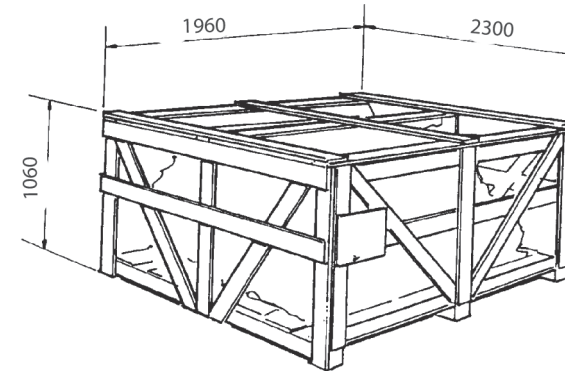

fig.14
**DISIMBALLO (fig.14)**
**UNPACKING (fig.14)**
Al ricevimento della macchina (fig.14) togliere l'imballo (facendo attenzione al distacco delle reggette) ed assicurarsi dell'integrità della macchina controllando che non vi siano parti visibilmente danneggiate. In caso di dubbio non utilizzare la macchina e rivolgersi a personale professionalmente qualificato e/o al proprio rivenditore.
On receipt of the machine, (fig. 14) remove the packing (taking care when removing the straps) and check the machine visually for missing or damaged parts. If in doubt do not use the machine and refer to professionally qualified personnel and/or to the seller.
## DEBALLAGE (fig.14)
A la réception de l'appareil (fig.14), ôter l'emballage (en faisant attention au détachement des feuillards) et s'assurer de l'intégrité de l'appareil en contrôlant qu'il n'y ait pas de pièces visiblement endommagées. En cas de doute, ne pas utiliser l'appareil et s'adresser à du personnel qualifié ou à son propre revendeur.
## AUSPACKEN (Abb.14)
Bei Empfang des Geräts (Abb. 14) entfernen Sie die Verpackung (achten Sie dabei auf das Ablösen des Bandstahls) und versichern sich von dem einwandfreien Zustand des Geräts; dabei kontrollieren Sie, ob es irgendwelche sichtbar beschädigten Teile gibt. Im Zweifelsfalle sehen Sie bitte von der Inbetriebnahme des Geräts ab und wenden sich an qualifiziertes Fachpersonal und/oder an ihre Verkaufsstelle.
## DESEMBALAJE (fig.14)
Cuando se reciba la máquina (Fig. 14) quitar el embalaje (sacando bien los flejes) y comprobar la integridad de la máquina controlando que todas las partes estén íntegras. En caso de duda evitar de utilizarla y dirigirse inmediatamente al personal cualificado o al revendedor mismo.